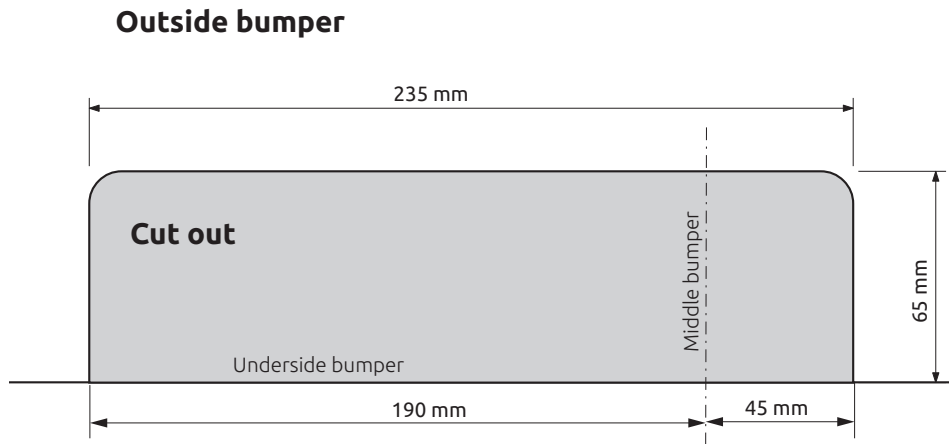

Fig. 4
9. Выпилить обозначенные части, как указано на рис. 4 и 4а.